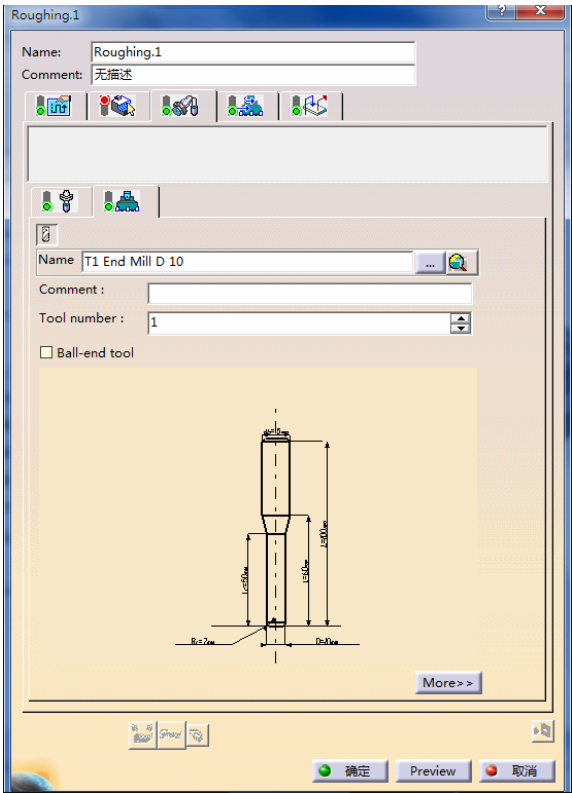

图 7-54 刀具参数选项卡 (3)
- 单击“Roughing.1”对话框中的，切换到刀具参数选项卡 (3)，在“Name”文本框中输入“T1 End Mill D10”，取消“Ball-end tool”复选框，如图 7-54 所示。